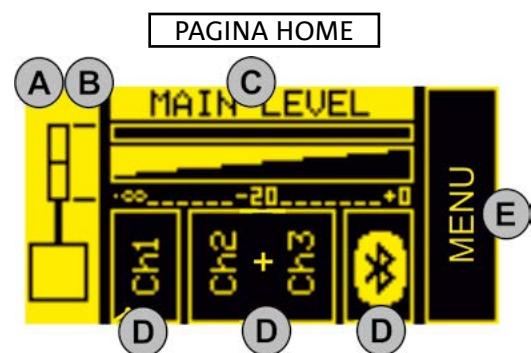

Figura 1
La pagina HOME (figura 1) permette le operazioni fondamentali:
- tramite [5] selezionare la casella a sinistra (figura 1) in modo da evidenziarla. Confermare e ruotare per selezionare la configurazione appropriata. E' possibile impostare il sistema ES1203 come:
- DOPPIA COLONNA STEREO **MASTER LEFT (ML)**
- DOPPIA COLONNA STEREO **SLAVE LEFT (SL)**
- DOPPIA COLONNA STEREO **MASTER RIGHT (MR)**
- DOPPIA COLONNA STEREO **SLAVE RIGHT (SR)**